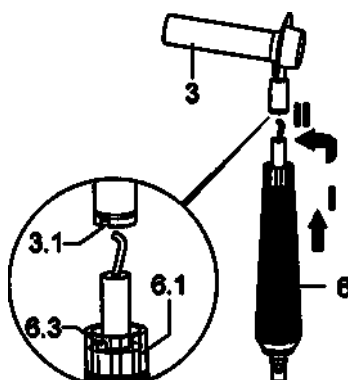

Рис.3
- ◇ Ввести рукоятку (6) поворотным движением в тубус (3) (рис. 3).
- ◇ Прижать накидную гайку (6.1) в направлении трубки (3) и свинтить с тубусом в направлении стрелки (II) с тубусом (3) (рис. 3).
Проверить, входит ли направляющий штифт (6.3) надлежащим образом в паз (3.1) (рис. 3).